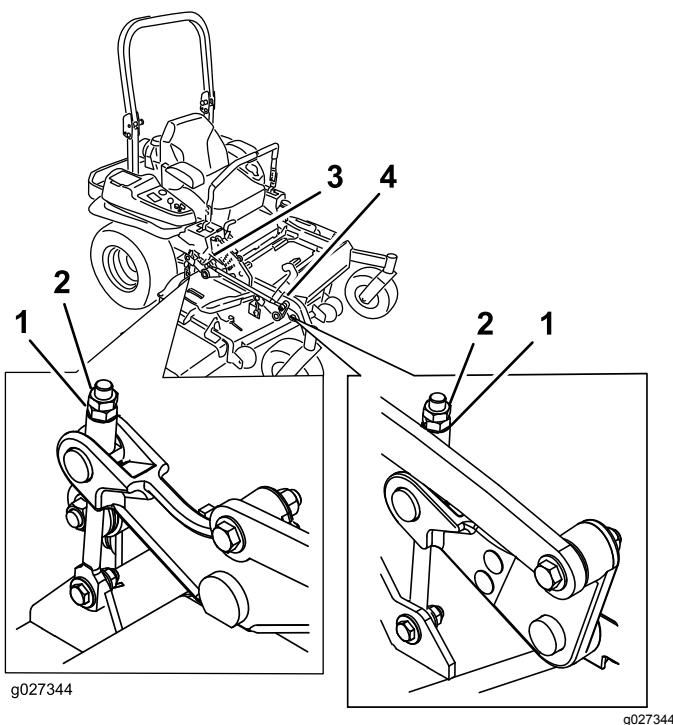

Figura 87
10. Para las carcassas de corte identificadas en Figura 87, gire la tuerca de ajuste del conjunto de elevación de la carcasa delantera para modificar la altura.